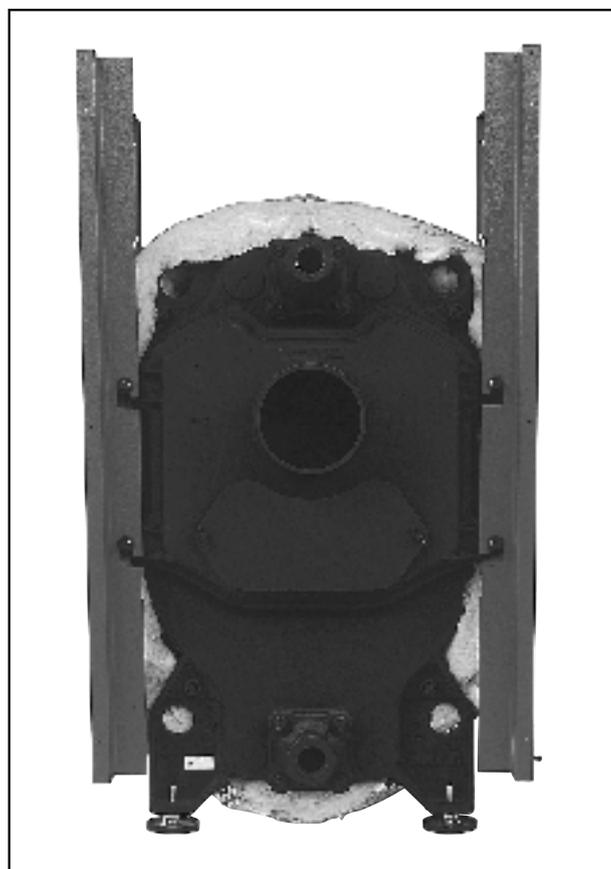

Abb. 7 · picture 7 · Fig. 7
7 Verkleidung (Abb. 7) Panelling (picture 7) Jacquette (figure 7)
1. Seitenverkleidungen rechts und links einhängen (Abb. 7)
1. Accrocher les revêtements latéraux à droite et à gauche (fig. 7).